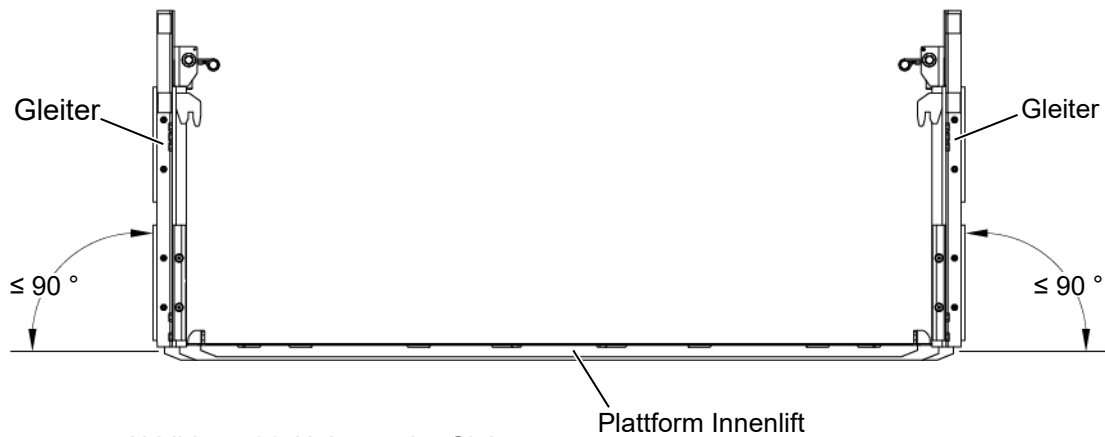

Abbildung 14: Neigung der Gleiter
► Kontrollieren Sie die seitliche Neigung der Gleiter (siehe Abbildung 14, Seite 26).
Die seitliche Neigung der Gleiter darf höchstens 90 Grad betragen, wie in Abbildung 14 dargestellt. Eine leichte Neigung der Gleiter nach außen ist tolerierbar. Eine Neigung der Gleiter zur Plattformmitte hin führt zu Schwierigkeiten bei der Montage des Innenliftes.